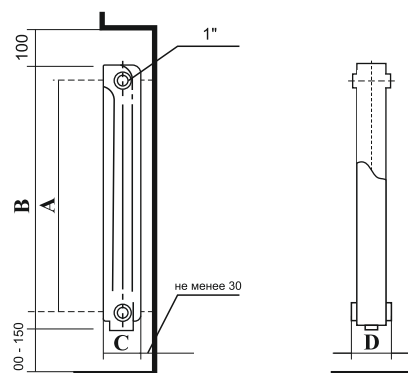

Рисунок 1. **Монтажные размеры**
5.6. Для оптимальной теплоотдачи и обеспечения сервисного обслуживания радиатор следует устанавливать на следующем минимальном расстоянии (рис.1):